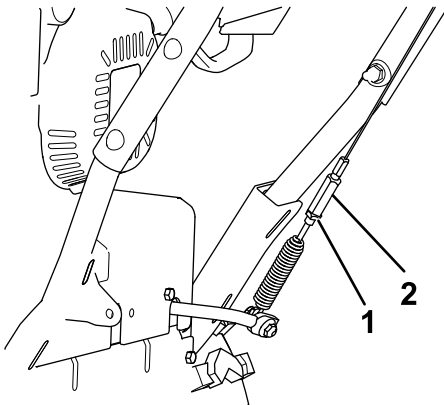

Bild 29
5. Lösen Sie die Klemmmutter (Bild 29).
6. Lösen oder ziehen Sie die Spannschraube an, um die Kabelspannung einzustellen (Bild 29).